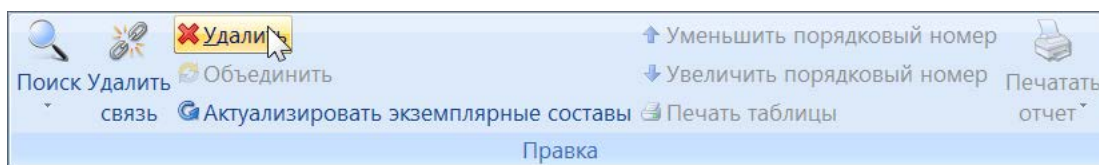

Рис. 9-40 – Панель «Правка»
- 3) Нажать кнопку «Удалить» панели «Правка» (рис. 9-40).